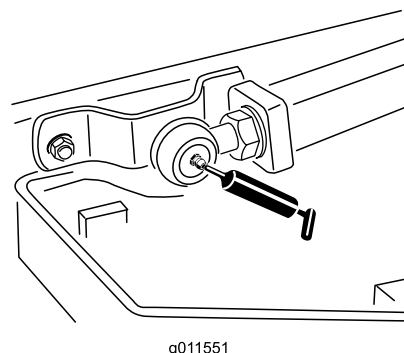

Figura 83
- 2 rótulas de los brazos de elevación (Figura 83)